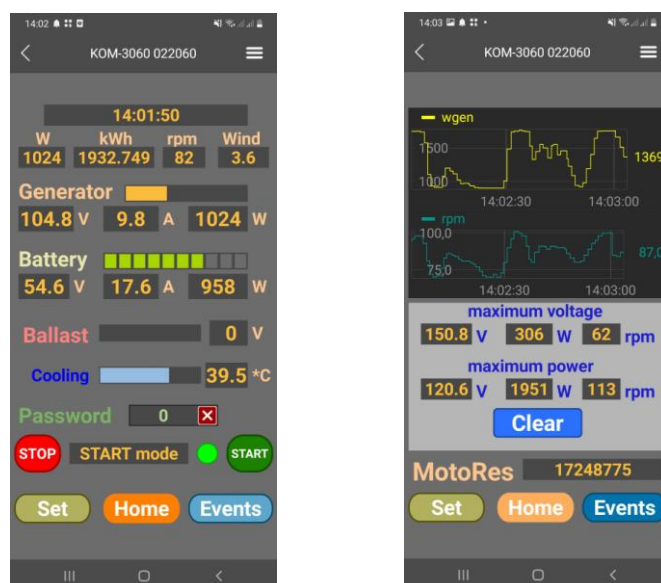

Рисунок 9.9.
9.3.4. Приложение RemoteXY (рис. 9.9) необходимо установить на смартфон, для этого воспользуйтесь сервисом «Play Маркет».